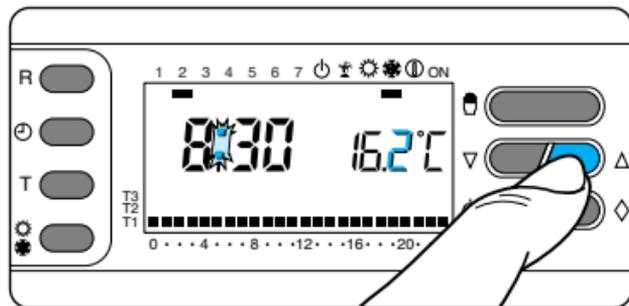

Fig. 36
6.4 -Impostare il valore di temperatura desiderato per T1 agendo sul pulsante ∇ oppure Δ (fig. 36).